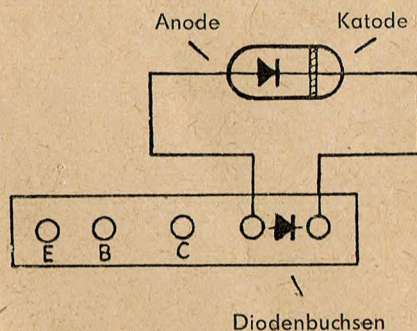

Bild 1
Die zu prüfende Halbleiterdiode ist so anzuschließen, daß die Katode, welche meist durch einen Farbring oder Farbpunkt am Diodengehäuse gekennzeichnet ist, an jener Buchse des Buchsenpaares (4) liegt, welche durch das die Ventilwirkung charakterisierende Symbol als Katodenanschluß anzusprechen ist (siehe Bild 1).